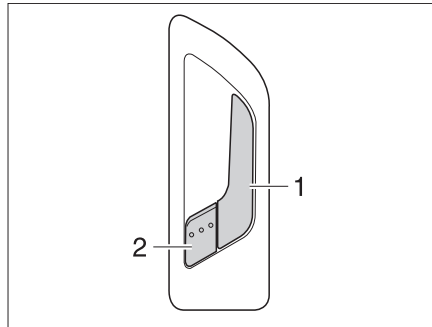

Fig. 36 Cerradura de la puerta de entrada, en el interior
- Tirar del tirador (Fig. 36,1). Se desbloqueó la cerradura de la puerta. La palanca de retención (Fig. 36,2) salta hacia fuera automáticamente.
- Presionar la palanca de retención (Fig. 36,2).